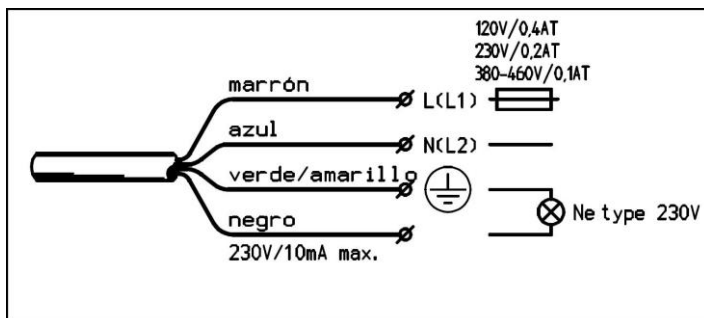

Figura 1: Conexión del cable de alimentación Neoprene.
- Entre el cable de señal y la toma de tierra se puede montar una lámpara de neón (230 V) indicadora de alta tensión, véase la Figura 1, 2 o 3, y un relé que active una señal de alarma si se produce un fallo en la alta tensión.